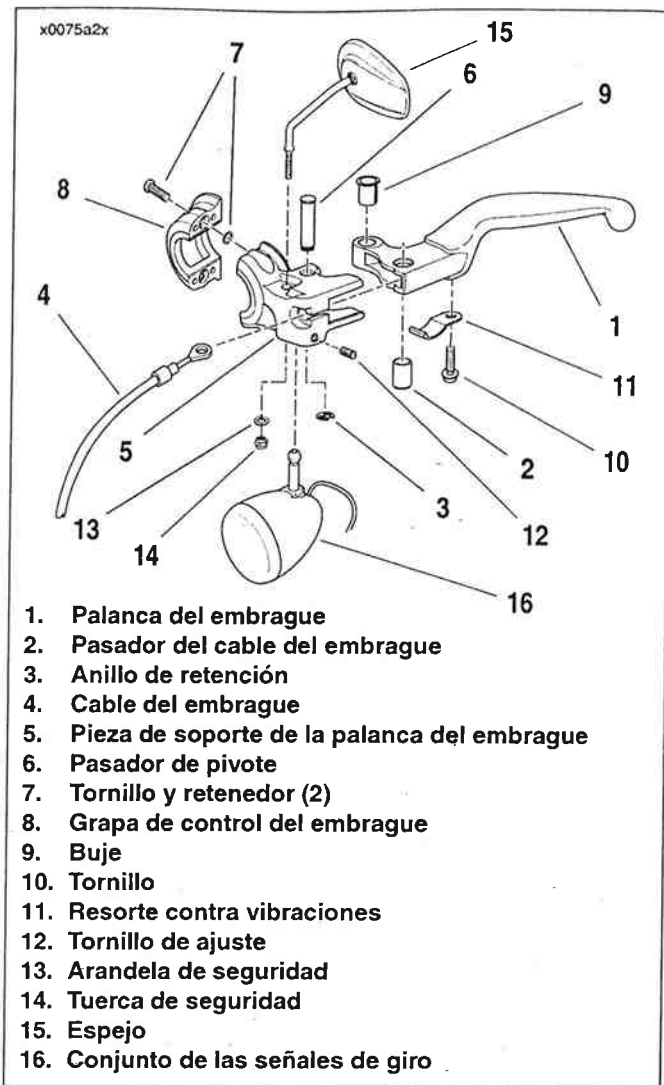

Figura 2-149. Control manual del embrague
1. Vea la Figura 2-149. Quite el anillo de retención (3) y el pasador de pivote (6). Deseche el anillo de retención.
2. Retire la palanca del embrague (1) de la pieza de soporte de la palanca del embrague (5).
3. Quite el pasador del cable del embrague (2). Desconecte la sección superior del cable (4) de la palanca.
4. Quite el buje (9) de la palanca del embrague. El buje tiene un collar en un extremo y solamente puede quitarse de la parte superior de la palanca.
5. Quite el tornillo (10) y el resorte contra vibraciones (11).
1. Vea la Figura 2-149. Afloje el tornillo de ajuste (12) y quite el conjunto de la señal de giro (16) de la pieza de soporte de la palanca del embrague (5).
2. Afloje y extraiga la tuerca de seguridad (14) y arandela de seguridad (13), y levante el espejo (15) de la pieza de soporte de la palanca del embrague.
3. Retire los dos tornillos y retenedores (7) de la grapa del control del embrague (8).
4. Quite la grapa del control del embrague (8) y pieza de soporte de la palanca del embrague del manillar izquierdo.
Vea la Figura 2-149. Puede necesitar aflojar dos tornillos de la caja de interruptores del manillar izquierdo para quitar la grapa del control del embrague (8) y pieza de soporte del embrague (5) del manillar izquierdo.
1. Vea la Figura 2-149. Coloque la grapa de control del embrague (8) y pieza de soporte de la palanca del embrague (5) sobre el manillar izquierdo. Sujete firmemente el conjunto de la grapa y la pieza de soporte contra la caja de interruptores del manillar izquierdo.
2. Fije los componentes al manillar izquierdo con los dos tornillos y retenedores (7). Apriete a 12,2-14,9 N·m (108-132 lb-pulg.).
3. Instale el espejo (15), asegure con la tuerca de seguridad (14) y arandela de seguridad (13). Coloque el espejo para obtener la mejor visibilidad hacia atrás. Apriete la tuerca de seguridad a 10,9-16,3 N·m (96-144 lb-pulg.).
4. Instale la señal de giro (16), asegure con el tornillo de fijación (12). Coloque para que el lente de la señal de giro esté orientado directamente hacia adelante y la señal de giro no golpee el tanque de combustible cuando los manillares son girados completamente a la izquierda. Apriete el tornillo de fijación 10,9-13,6 N·m (96-120 lb-pulg.).
1. Vea la Figura 2-149. Instale el tornillo contra vibraciones (11) y tornillo (10) en la palanca del embrague (1). Apriete el tornillo a 0,9-1,5 N·m (8-13 lb-pulg.).
2. Instale el buje (9) en la palanca del embrague. El buje tiene un collar en un extremo y debe instalarse desde la parte superior de la palanca.
3. Conecte el extremo de la sección superior del cable del embrague (4) a la palanca del embrague (1) usando el pasador del cable del embrague (2).
4. Coloque la palanca dentro de la pieza de soporte de la palanca del embrague (5), instale el pasador de pivote (6) y asegure con un anillo de retención **nuevo** (3).